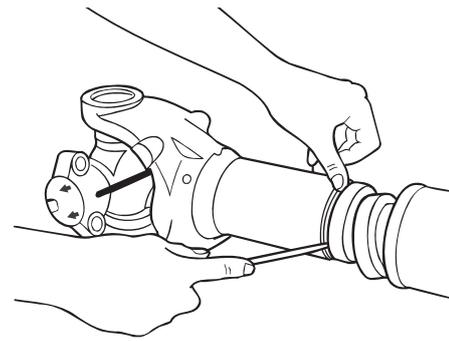

Figura 4.12
2. Use uma chave de fenda para forçar o selo fora do sulco no garfo deslizante. Figura 4.12.